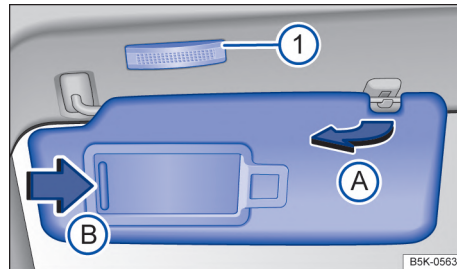

Fig. 80 Parasol.
- Retirar el parasol con cuidado del soporte sujetando la base de fijación y girar en la dirección de las puertas → fig. 80 (A).
En el parasol plegado hacia abajo se encuentra un espejo de cortesía atrás de una cubierta. Al abrir la cubierta → fig. 80 (B) se enciende una luz (1).